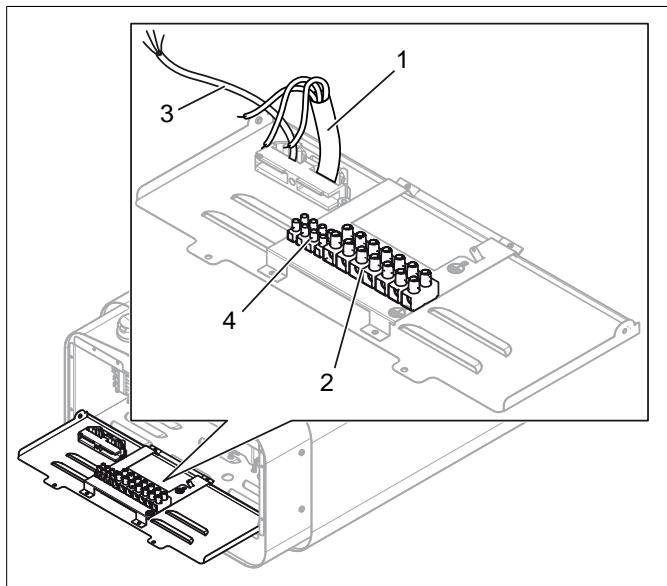
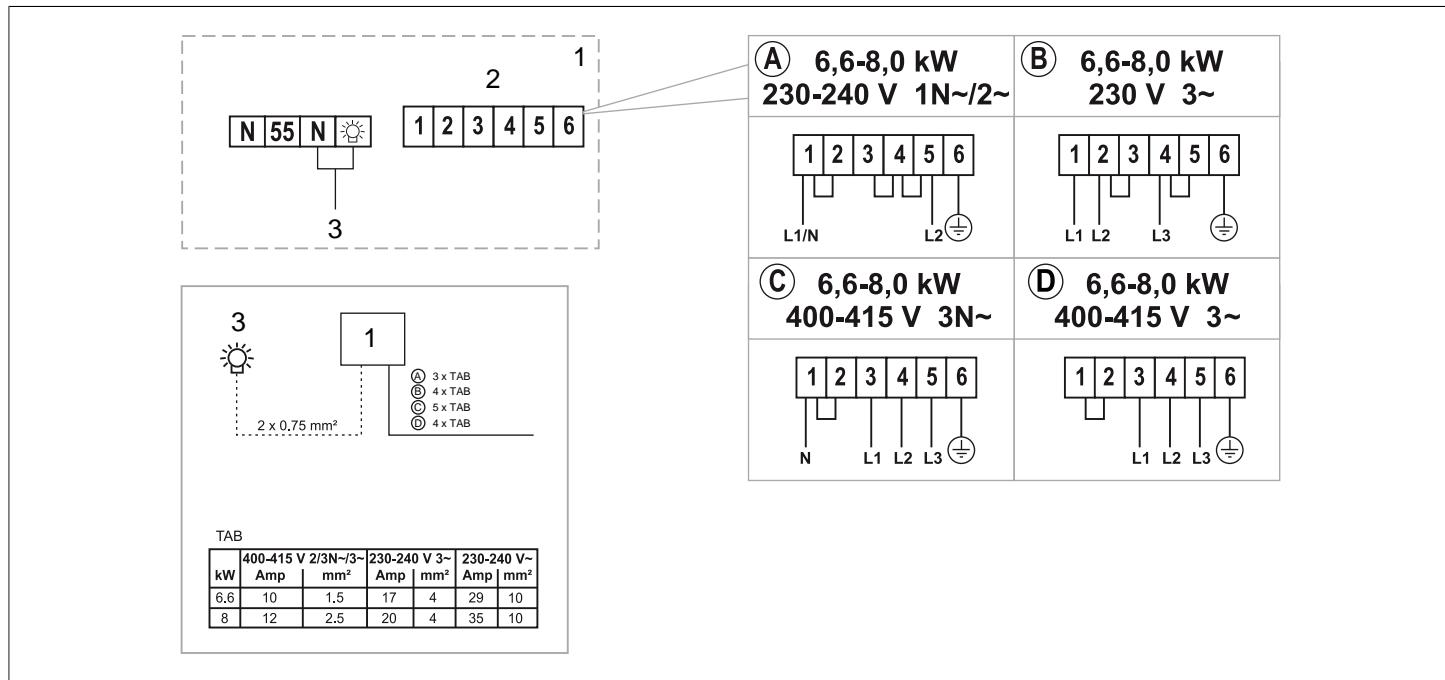

Fig 6: Kretskortet
Fig 12: Kopplingsschema
Anslut elkabeln (1) i plint (2) (se **Fig 6**, sidan 4) enligt kopplingsschema (se Avsnittet **Anslutning/kopplingsschema**, sidan 6).
4. Anslut eventuell kabel till belysning (3) se **Fig 6**, sidan 4 till plint (4) enligt kopplingsschema **Fig 12**, sidan 6.
Vid inkoppling till spänningar eller fas-tal, som inte anges i kopplingsschema **Fig 12**, sidan 6, kontakta Tylö kundservice.